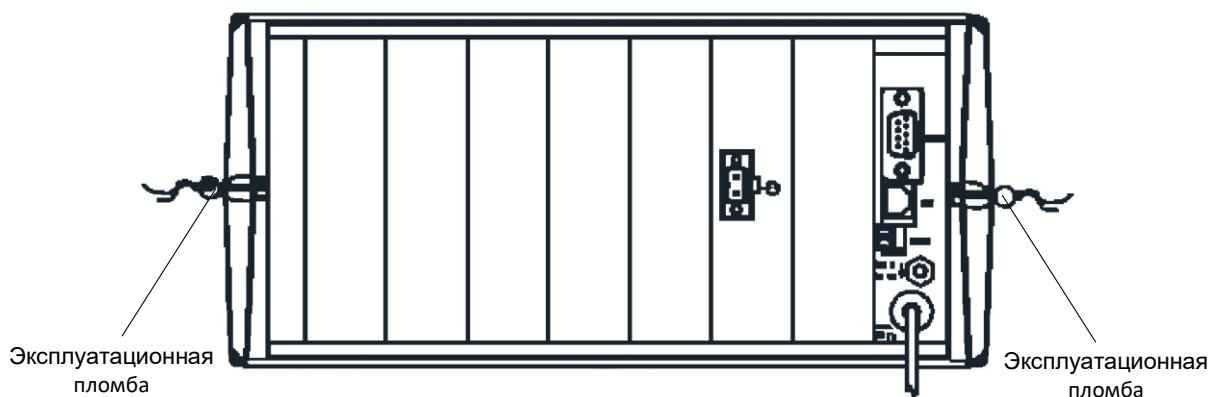

Рис.22. Места пломбирования корпуса КПИ.
6.2. При поставке комплекса верхняя и нижняя части корпуса совместно пломбируются двумя навесными пломбами (рис.22).